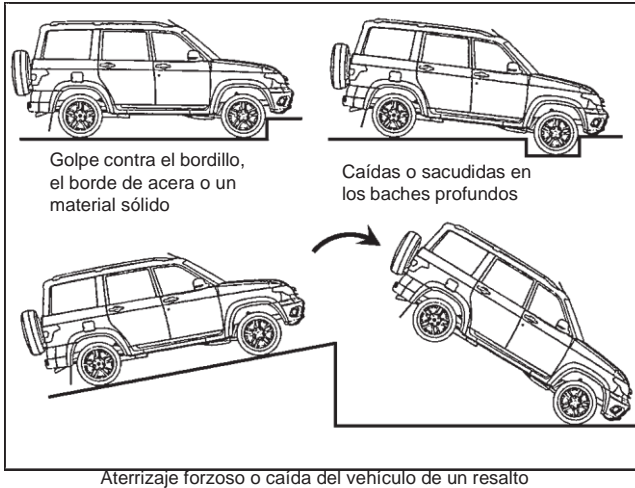

Fig. 3.36. Ejemplos de situaciones de accionamiento del sistema de seguridad pasiva del conductor y del pasajero del asiento delantero
- si la fuerza del impacto es suficiente, y actúa sobre el vehículo por delante, algunos ejemplos se muestran en la (fig. 3.36).